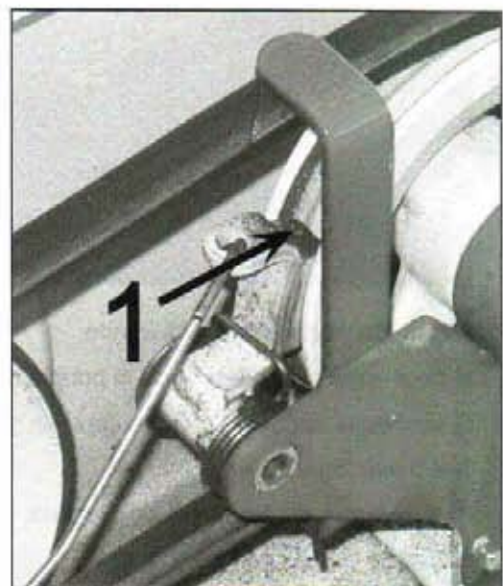

Figure 30
- Vous devez contrôler le frein de lame (figure 30, repère 1) toutes les semaines car c'est une pièce d'usure. Pour cela, mesurez le temps met que la lame pour s'arrêter lorsque vous relâchez la poignée d'embrayage. Si son temps dépasse les 7 secondes, faites changer immédiatement le frein de lame par votre revendeur.